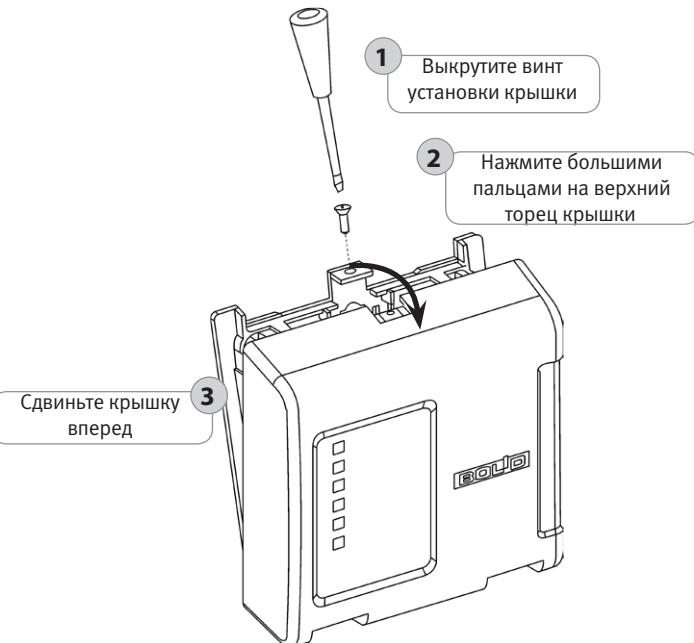

Рисунок 33. Снятие крышки прибора
1.3. Снимите крышку прибора в порядке, указанном на рис. 33.
- 2.3. Снимите крышку прибора в порядке, указанном на рис. 33.